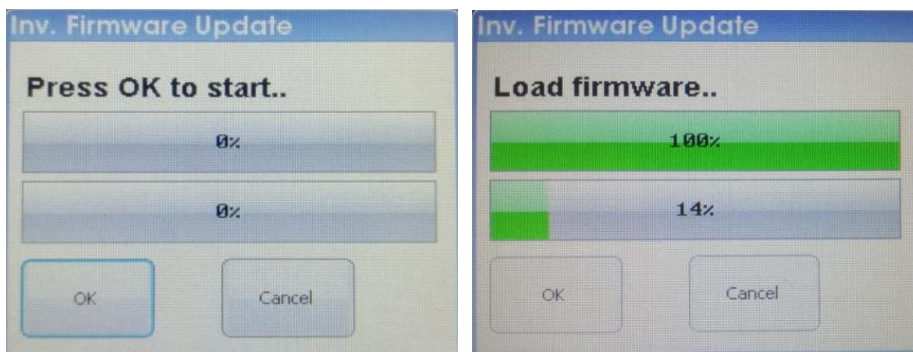

Figura 20
La window corrispondente è la prima in *Figura 20*, e per cominciare l'aggiornamento basta premere il pulsante "Ok". Così facendo si deve attendere la fine della procedura, la quale è divisa in due pezzi:
- 1) Scaricamento del firmware dal server, indicato dalla prima barra di caricamento in alto (Seconda immagine della *Figura 20*);